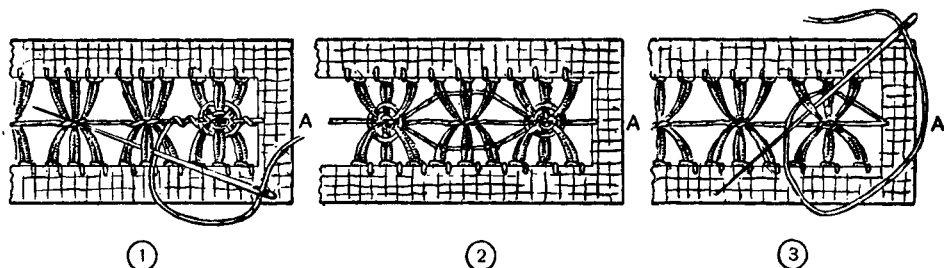

Рис. 211. Мережки «паучок» и цветной ниткой.
На одном соединении сделан «паучок». Все столбики следующего соединения обшиты ниткой (рис. 211 (2)). Первым стежком иглока с нит-
кой протягивается под столбиком, затем стежком за иголку столбик обшивается ниткой (рис. 211(3)).